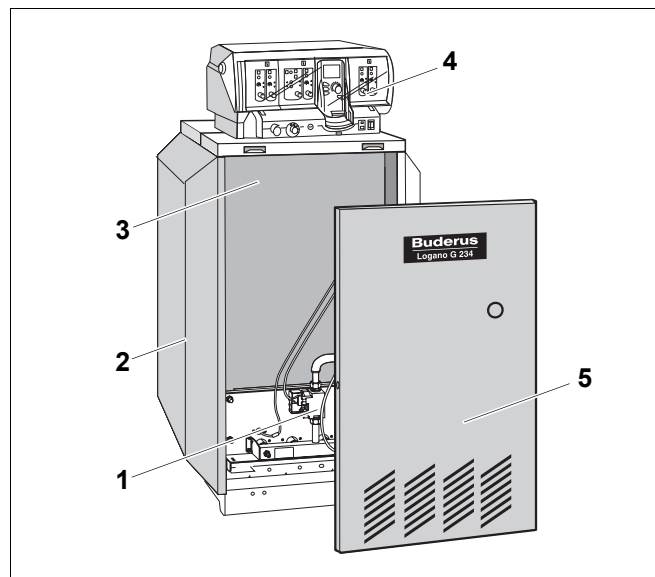

Fig. 1 Cazan special de încălzire cu gaz Logano G234 WS
Cazanul special de încălzire cu gaz Logano G234 WS (Fig. 1) este dotat din fabrică cu arzător.
- Blocul cazanului cu izolație termică (Fig. 1, **Poz. 3**) și arzător cu gaz (Fig. 1, **Poz. 1**).
- Mantaua cazanului (Fig. 1, **Poz. 2**) și peretele frontal al cazanului (Fig. 1, **Poz. 5**).
- Aparat de reglare (Fig. 1, **Poz. 4**).